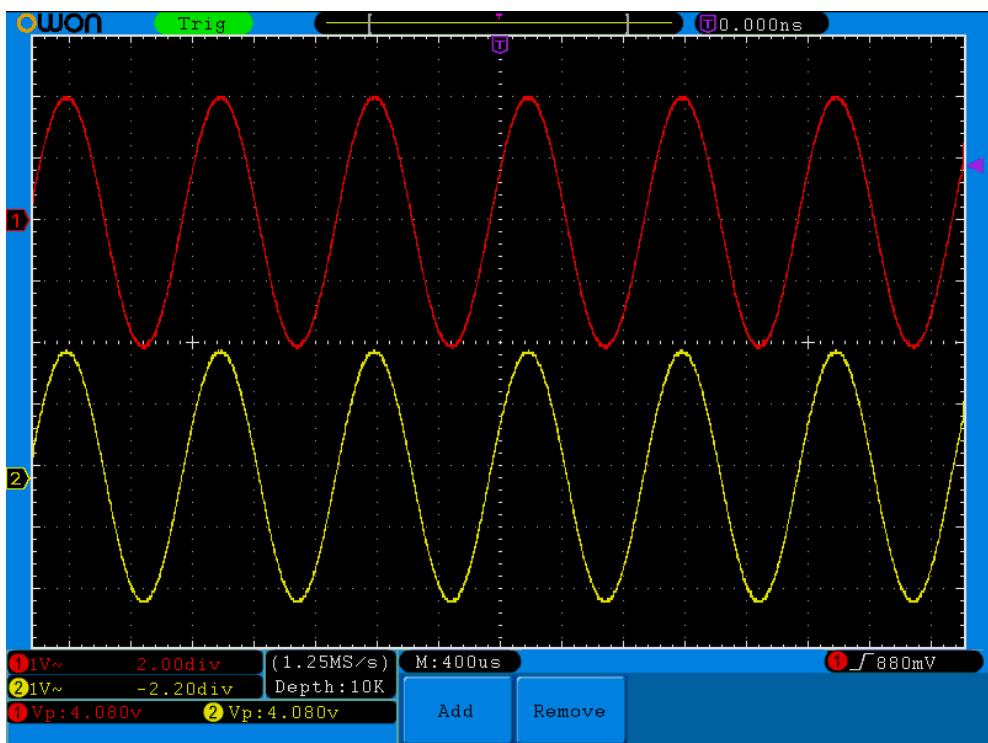

Рисунок 7-2 Осцилограмма определения коэффициента усиления
- (1) Нажмите кнопку **Autoset**, и осциллограф автоматически отобразит осциллограмму сигналов обоих каналов.
- (2) Нажмите кнопку **Measure** для вызова меню автоматических измерений.
- (3) Нажмите кнопку **H1**.
- (4) С помощью кнопки **F2** выберите **CH1** в качестве источника.
- (5) Нажмите кнопку **F1** и вращением регулятора **M** выберите **PK-PK**.
- (6) С помощью кнопки **F2** выберите **CH2** в качестве источника.
- (7) Снова нажмите кнопку **F1** и вращением регулятора **M** выберите **PK-PK**.
- (8) Прочтайте значения размаха напряжения сигналов канала 1 и канала 2, отображенные в левой нижней части (см. рис. 7-2).
- (9) Вычислите значение коэффициента усиления, используя следующие формулы.